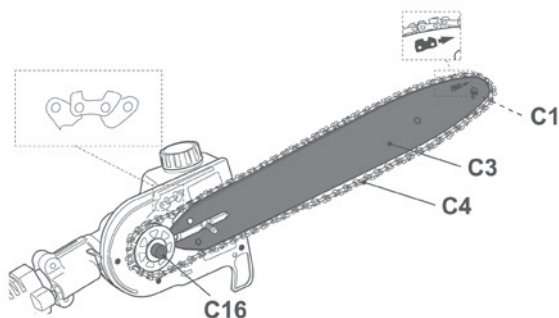

Fig. 15
- > El desplazamiento de la cadena es en el sentido indicado por la flecha. Asegúrese de que la cadena está colocada correctamente sobre la rueda dentada (C1) de la espada (C3) (Fig. 15).